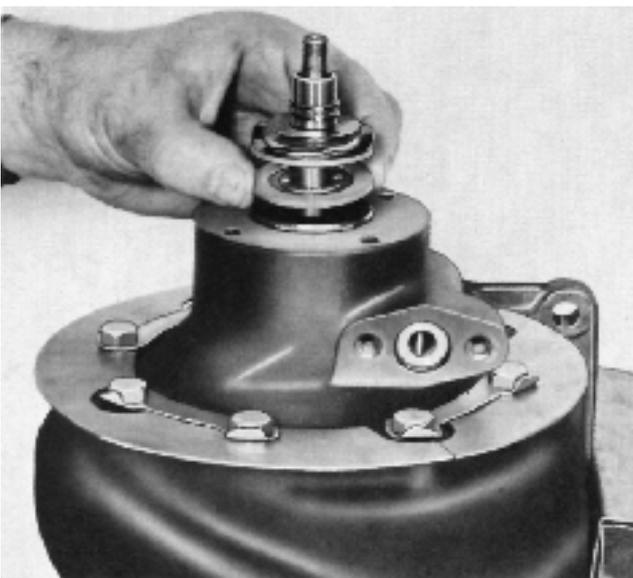

Fig. 106. Montage de la bague porte-segments avec palier de butée
9. Monter la rondelle (12) avec la gorge d'huile tournée vers le haut.
10. Monter les segments d'étanchéité sur la bague porte-segments. Lubrifier bien les segments d'étanchéité et décaler les coupes de 180°. Monter la bague porte-segments avec le palier de butée et la bague de rejet d'huile comme une unité sur l'arbre, voir figure 106. Monter le ressort (10).